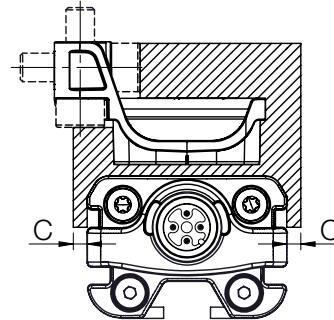

Fig. 5-5 : Distance minimale C
- La distance C entre le capteur de position et les éléments en matériau magnétisable doit être au minimum de 10 mm (voir Fig. 5-5).